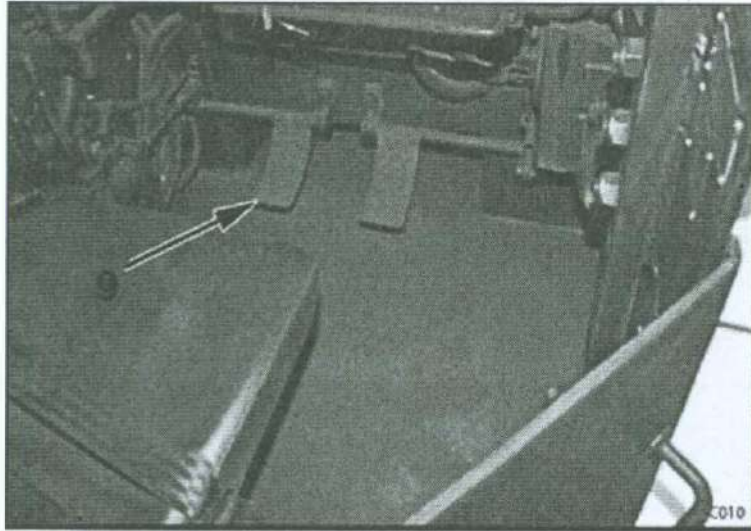

Figura 9. Pedal de freno.
Para detener el equipo, el operador debe pulsar el pedal (9). El pedal de freno se acciona con el pie izquierdo del operador (Ver figura 9).